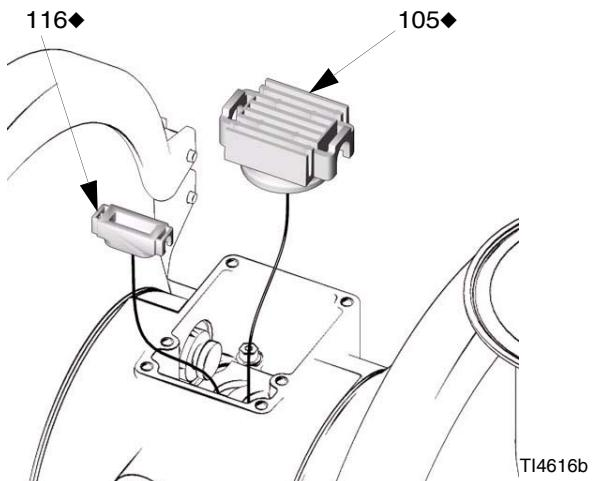

Рис. 7
- Сместите каретку (105) клапана в центральное положение и извлеките ее из углубления. Пользуясь плоскогубцами с остроконечными губками, извлеките из углубления блок управления (116), держа его вертикально. См. Рис. 7.